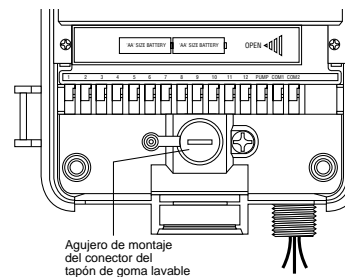

FIGURA 23: Compartimento para cableado de la caja del controlador
- Retire el tapón de goma de protección contra la intemperie que se encuentra en el orificio del tornillo e inserte un tornillo del n° 8 a través de la ranura de la caja del controlador [Vea la Figura 23].
- Apriete el tornillo hasta que la caja del controlador quede firmemente sujeta contra la pared y, a continuación, vuelva a colocar el tapón de goma en el agujero correspondiente [Vea la Figura 23].